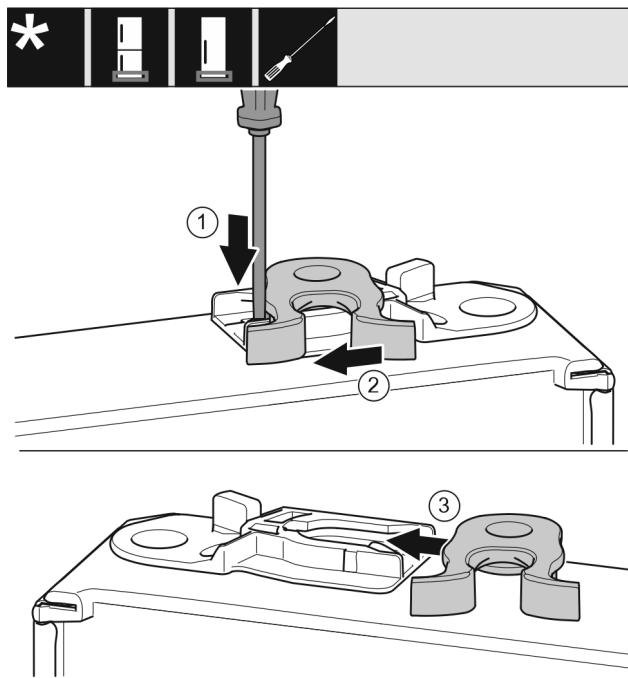

Fig. 18
- Lasche Fig. 18 (1) mit Schlitzschraubendreher nach unten drücken.
- Schliebhaken Fig. 18 (2) aus Führung ziehen.
- Schliebhaken Fig. 18 (3) auf anderer Seite in Führung schieben.